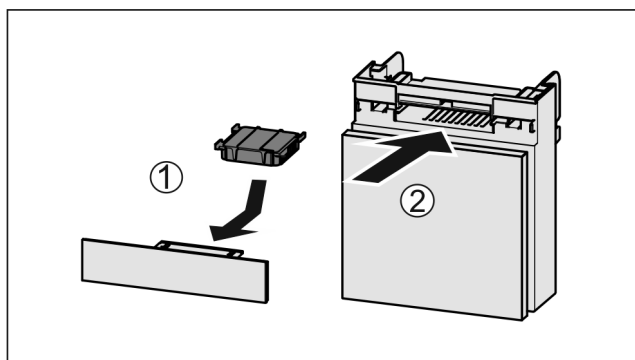

Fig. 129
- ▶ 按图装入 Fig. 129 (1) 活性炭过滤器。
- ▶ 推入 Fig. 129 (2) 抽屉。